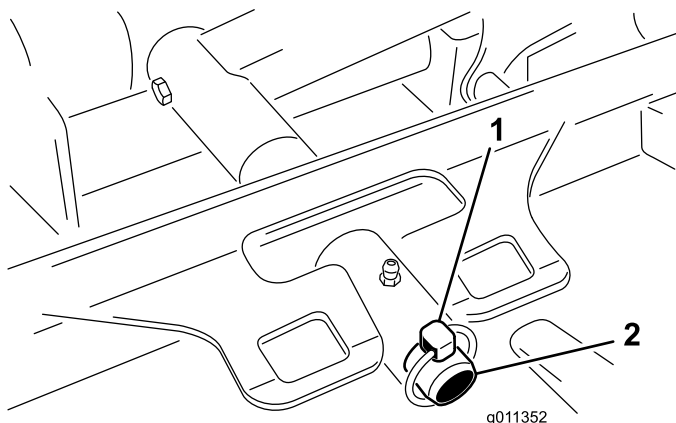

Figura 81
3. Retire el pasador de seguridad (máquinas Groundsmaster 4500) o la tuerca de retención (máquinas Groundsmaster 4700) que sujeta el bastidor de tiro de la unidad de corte al pivote del brazo de elevación (Figura 81).
2. Deslice el bastidor de tiro de la unidad de corte sobre el pivote del brazo de elevación (Figura 81). Sujete la unidad de corte al pivote con el pasador de seguridad (máquinas Groundsmaster 4500) o la tuerca de retención (máquinas Groundsmaster 4700).